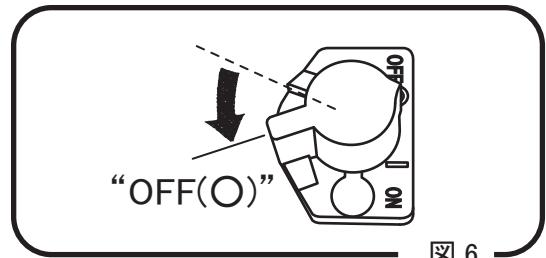

図6
- 1 作業を止めてエンジンを停止させる時は、調速レバーを戻し低速回転で3～5分程エンジンを回してエンジンの温度が下がってからストップスイッチを“OFF(O)”側に回して下さい。（図6）エンジンが熱い内に停止させると、シリンダー内壁の油膜が焼けて磨耗を早める等、本機へ悪影響を与え寿命が短くなったり思わぬ故障の原因となります。